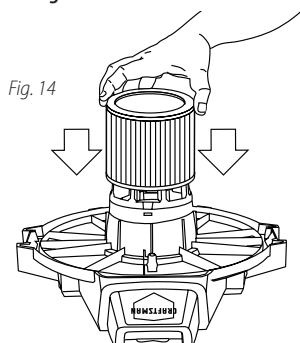

Fig. 14
33. Con la cubierta del depósito dada vuelta, deslizar el filtro de cartucho 14 hacia abajo sobre la cesta de la tapa, jalando hasta que el filtro quede sellado contra la cubierta. **Fig. 14.**